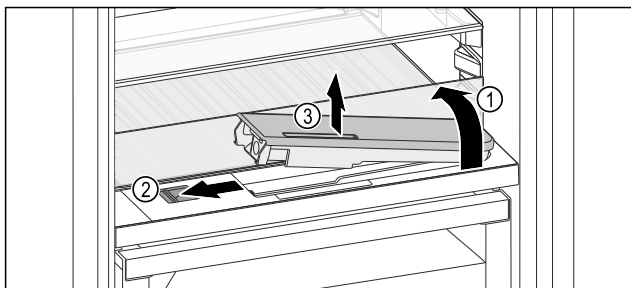

Fig. 172
- ▶ Levante la plancha de cristal y pliéguela hacia detrás hasta que haga tope Fig. 172 (1).
- ▶ Desplace el control deslizante Fig. 172 (2) hacia la izquierda.
- ▶ Retire el depósito de agua Fig. 172 (3).